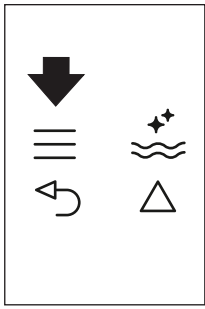
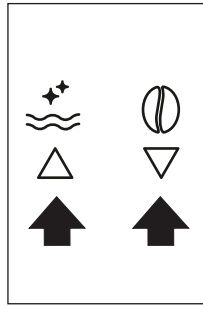

Fig. 22
Fig. 9
- Appuyez sur l'icône ≡ (B2) pour entrer dans le menu (Fig. 22), puis appuyez sur les icônes △ ▽ (B7) et (B8) (Fig. 9) jusqu'à ce que le message « PROGRAM CAPPUCCINO » (PROGRAMMER CAPPUCCINO) s'affiche.
- ▶ Appuyez sur l'icône ≡ (B2) pour entrer dans le menu (Fig. 22) ou appuyez sur les icônes Δ ∇ (B7) et (B8) (Fig. 2) jusqu'à ce que le message « PROGRAM CAPPUCCINO » (PROGRAMMER CAPPUCCINO) s'affiche.
- ▶ Appuyez sur l'icône OK (B9) pour confirmer, puis sur les icônes (B7) et (B8) (Fig. 9) jusqu'à ce que le message « COFFEE FOR CAPPUCC. » (CAFÉ POUR CAPPUCC.) s'affiche.